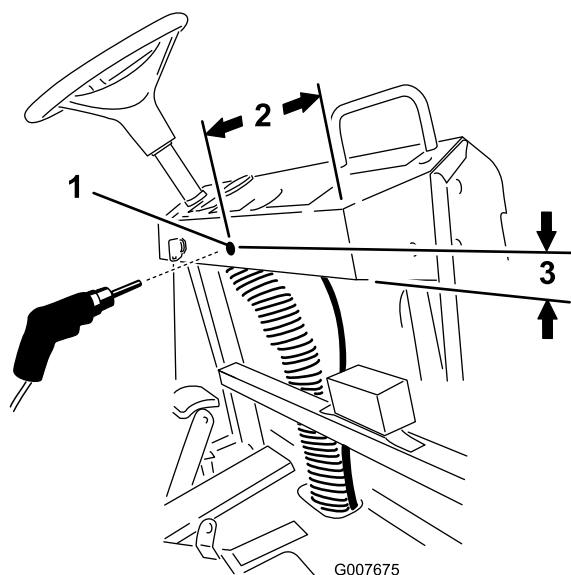

Figura 18
- A. Marcate un punto distante 25,40 cm internamente al lato destro del cruscotto e 3,80 cm dalla parte inferiore del cruscotto (Figura 18).